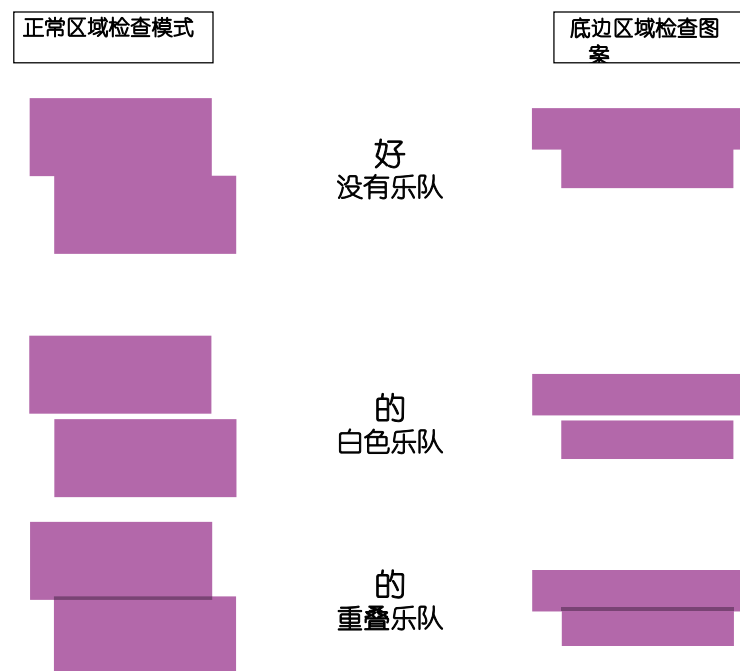

图2-18。 PFP检查模式判断标准
- 参考图2-18，检查在所有检查模式中没有白色或重叠的带。 如果找到任何波段，请执行以下步骤。